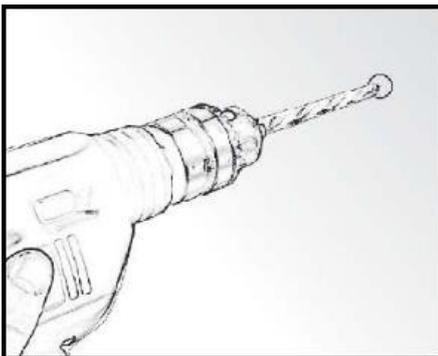

Abb. 1
- 1) Bohren Sie vier Löcher in die Wand. (Abb. 1) Der Abstand zwischen den Löchern muss gleich dem Abstand zwischen den Löchern der Halterungen auf der Rückseite des Geräts sein.